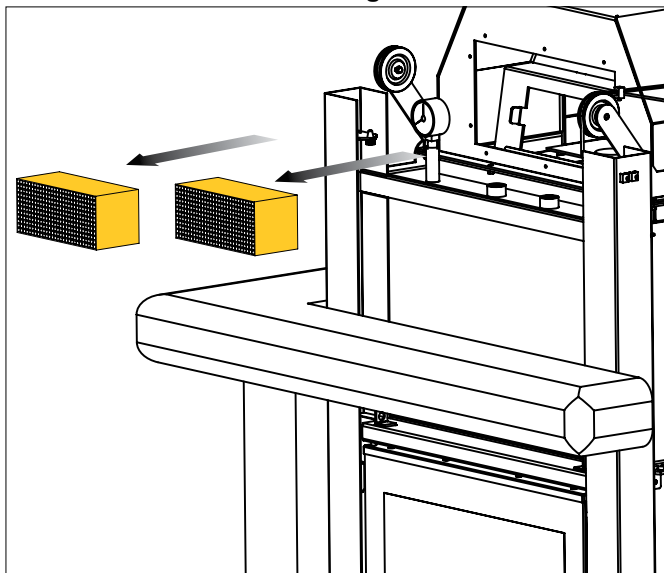

fig. 6.3
- Estrarre i due elementi catalizzatori e pulirli utilizzando aspirapolvere e pennello asciutto (fig. 6.3)